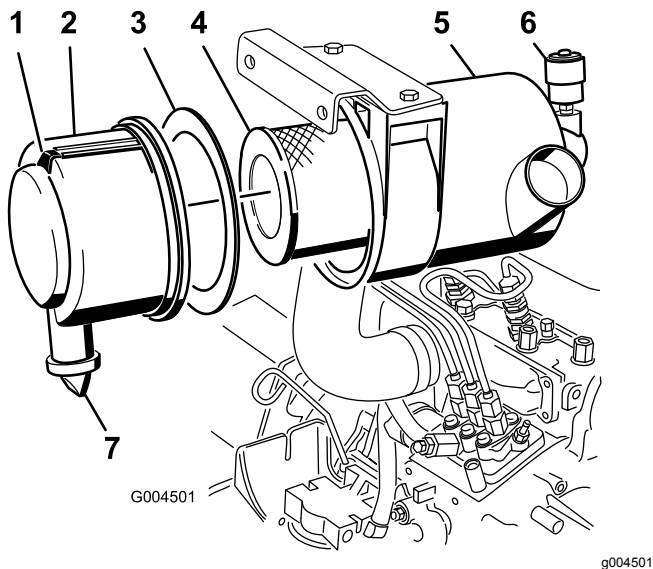

Figure 54
2. Faites l'entretien du filtre à air quand l'indicateur de colmatage (Figure 54) est rouge ou toutes les 400 heures (plus fréquemment si vous travaillez dans une atmosphère extrêmement poussiéreuse ou sale). N'effectuez pas l'entretien du filtre à air trop souvent.
1. Tirez le verrou vers l'extérieur et tournez le couvercle du filtre à air dans le sens antihoraire (Figure 54).
2. Déposez le couvercle du corps du filtre à air (Figure 54).
4. Déposez et remplacez le préfiltre (Figure 54).
6. Vérifiez que le joint en mousse est en place dans le couvercle et qu'il n'est pas déchiré ou endommagé (Figure 54).
A. Retirez la valve de sortie en caoutchouc du couvercle (Figure 54).
10. Réarmez l'indicateur de colmatage (Figure 54) s'il est rouge.